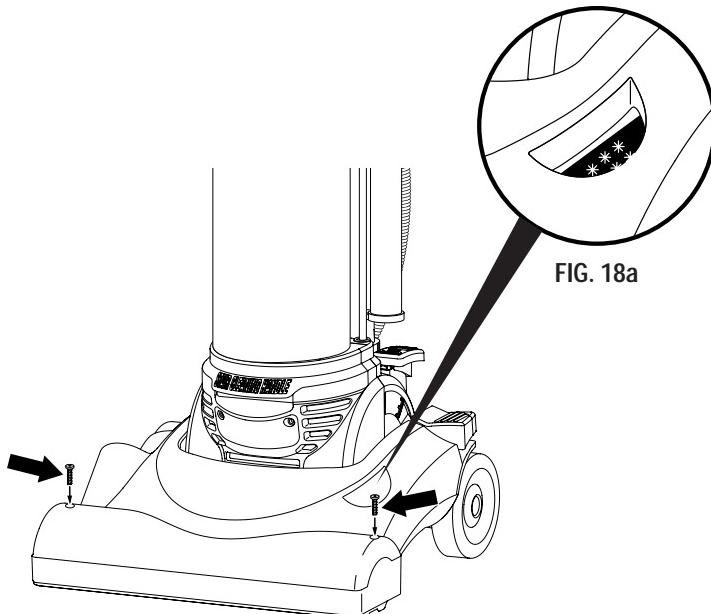

FIG. 18
Brushroll Performance Window (FIG. 18) To check condition of belt watch to see if white dots on belt are moving through the performance window (FIG. 18a). This indicates the brushroll is turning.
Fenêtre de performance de la brosse (FIG. 18) Fenêtre de performance de la brosse. Pour vérifier l'état de la courroie, assurez-vous que des points blancs apparaissent sur la courroie se déplacent dans la fenêtre de performance (FIG. 18a). Ceci indique que le rouleau-brosse tourne.
Ventana de rendimiento del cepillo circular (FIG. 18) Para verificar la condición de la correa, verifique que los puntos blancos se muevan a lo largo de la ventana de rendimiento (FIG. 18a). Esto indica que el cepillo está girando.
Step 2: (FIG. 18, previous page) Remove two screws to release hood. Lift hood to expose belt and brushroll.
Étape 2. (FIG. 18, page précédente) Retirez les deux vis du capot pour l'enlever et soulevez-le afin de repérer la courroie et le rouleau-brosse.